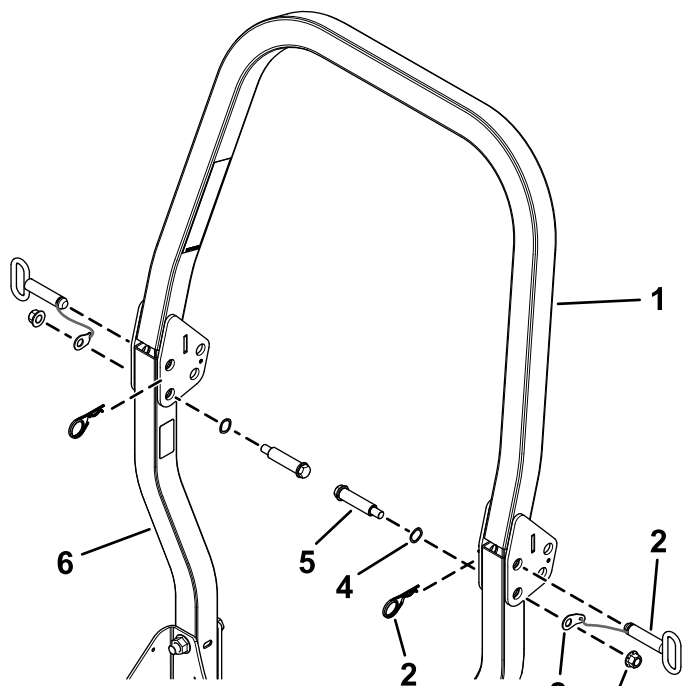

Figura 3
3. Fissate i gruppi roll bar inferiori al gruppo roll bar superiore utilizzando 2 bulloni di spallamento, 2 rondelle ondulate, 2 dadi di bloccaggio ($\frac{1}{2}$ ") e un gruppo spina pieghevole (Figura 3).